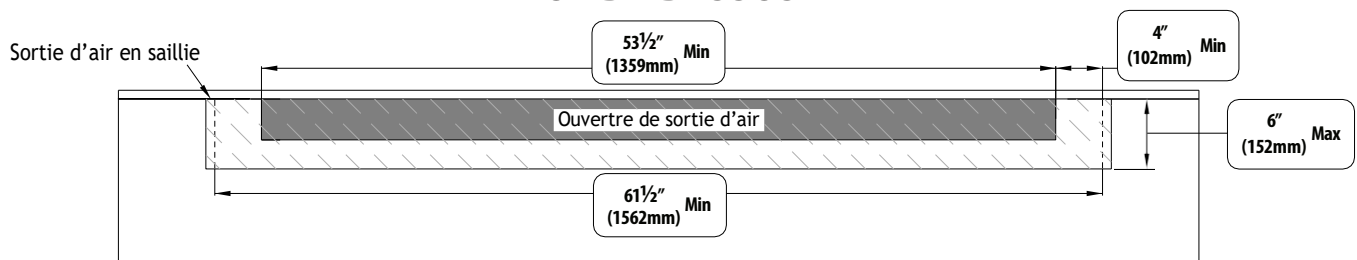

Figure 3.19, Option d'installation de la cavité ventilée à l'avant (avec évacuation d'air en saillie)
- La Figure 3.19 de la page suivante montre une autre installation possible pour l'option de cavité ventilée à l'avant, avec une évacuation d'air en saillie devant l'ouverture d'évacuation d'air. Cette méthode d'installation peut servir à dissimuler l'ouverture d'évacuation d'air.